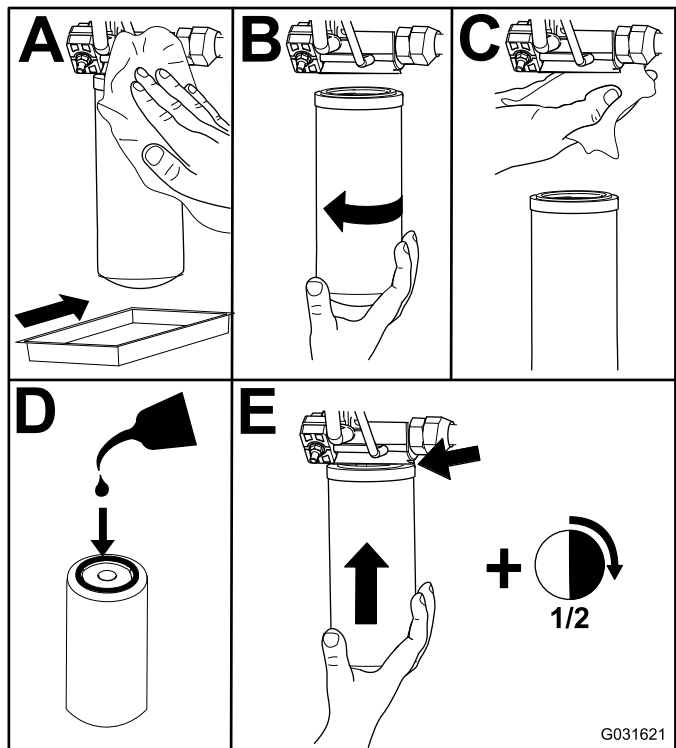

Figura 105
2. Cambie los filtros hidráulicos (Figura 105).